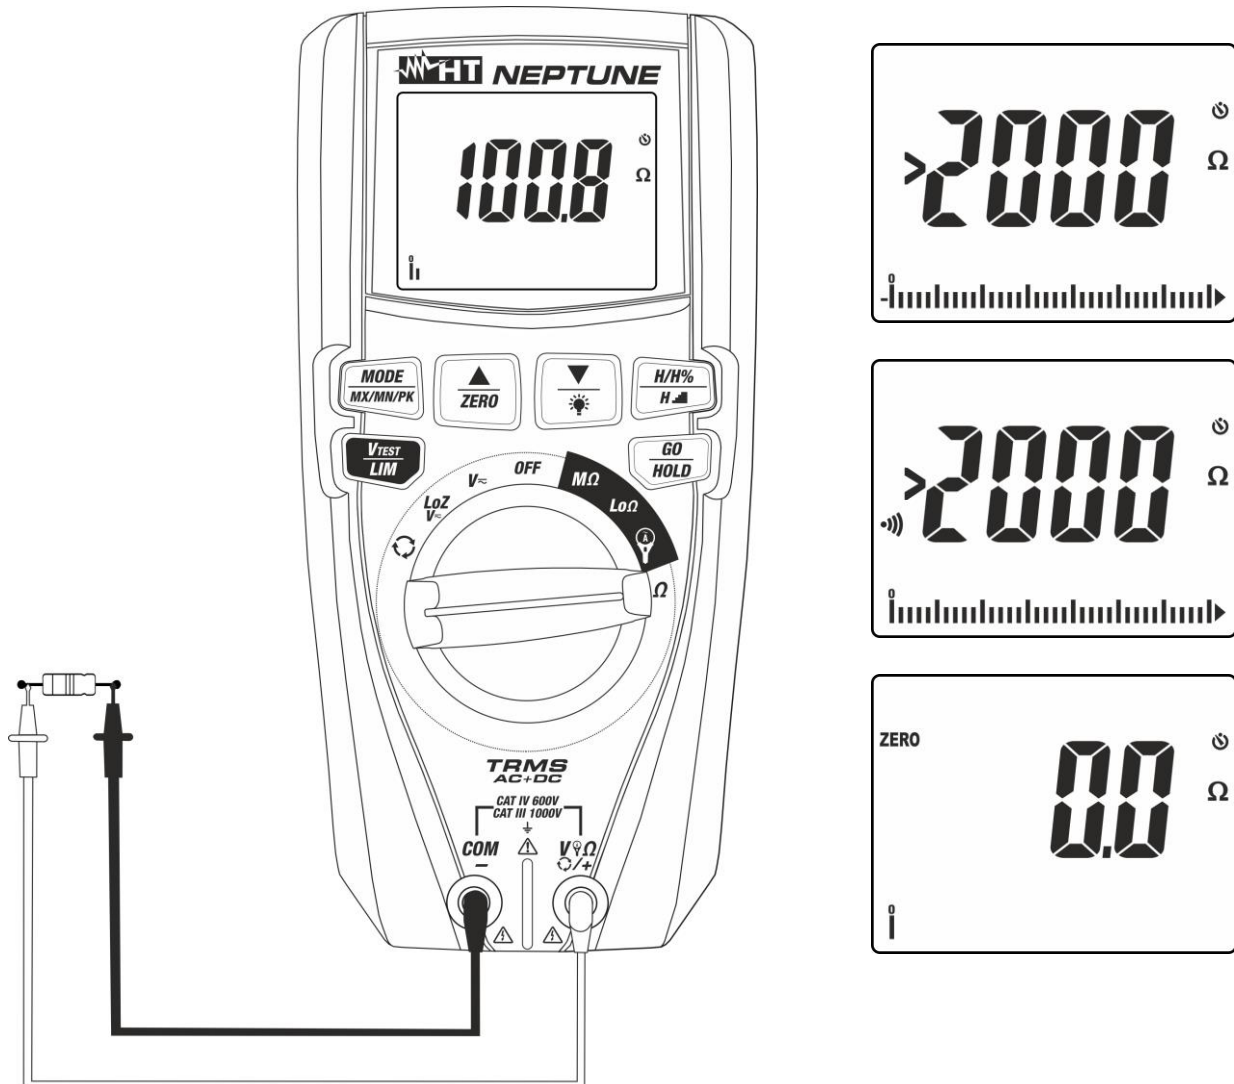

Abb. 9: Verwendung des Gerätes für Widerstandsmessung und Durchgangsprüfung
4. Verbinden Sie die Messleitungen mit den gewünschten Messpunkten des zu messenden Kreises (siehe Abb. 9). Der Widerstandswert erscheint auf dem Display.
5. Wenn im Display die Meldung “>2000 Ω ” erscheint (siehe Abb. 9), ist der höchste messbare Wert erreicht worden.